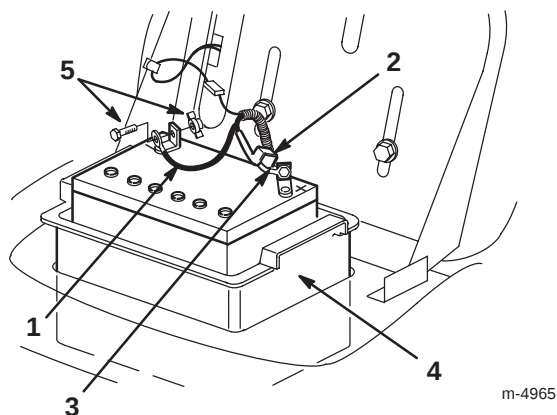

Figure 18
6. Débranchez le câble négatif (noir) de mise à la masse de la borne de la batterie (Fig. 18).
2. Connectez le câble positif (rouge) à la borne positive (+) de la batterie à l'aide du boulon et de l'écrou papillon (Fig. 18).
4. Connectez le câble négatif (noir) à la borne négative (-) de la batterie à l'aide du boulon et de l'écrou papillon (Fig. 18).
7. Repoussez le capuchon en caoutchouc sur le câble positif (rouge). Débranchez le câble positif (rouge) de la borne de la batterie (Fig. 18).
8. Déposez le bac de la batterie et la batterie du châssis (Fig. 18).
1. Placez le compartiment de la batterie et la batterie dans le châssis (Fig. 18).